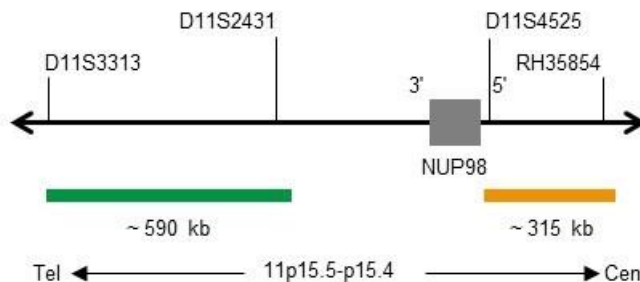

Abb. 1: SPEC NUP98 Sondenlokalisierung (nicht maßstabsgetreu)
- ZyGreen (Anregung 503 nm/Emission 528 nm) markierten Polynukleotiden (~10,0 ng/μl), die gegen Sequenzen in 11p15.4-p15.5* (chr11:2,773,748-3,363,120) gerichtet sind, welche distal zur NUP98-Bruchpunktregion lokalisiert sind (siehe Abb. 1).
- ZyOrange (Anregung 547 nm/Emission 572 nm) markierten Polynukleotiden (~4,5 ng/μl), die gegen Sequenzen in 11p15.4* (chr11:3,829,054-4,142,792) gerichtet sind, welche proximal zur NUP98-Bruchpunktregion lokalisiert sind (siehe Abb. 1).